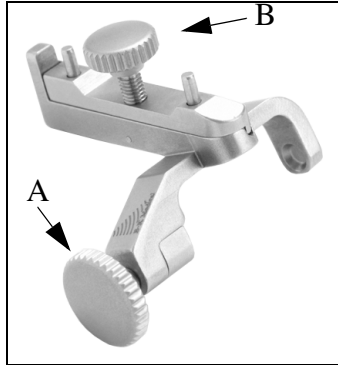

图 3。穿刺架 UA1250。
穿刺架（见图 3）包含一个附件支架、一个附件锁定螺丝（图 3 中项 A）、一个针导、一个穿刺架锁定螺丝（图 3 中项 B）和一个可变直径细针持针器（0.6 mm 或 24 号）和大口径针（2.4 mm 或 13 号）。引导通道与探头影像轴呈 18°。
注意：安装后穿刺架锁定螺丝（图 3 A 项）应在探头控制按钮对面的探头手柄侧。
- 2 拧紧附件锁定螺丝（图 3 A 项）可将穿刺架固定。拧紧螺丝至“锁定点”后，将无法再拧紧。
- 4 使用穿刺架锁定螺丝（图 3 B 项），根据要使用的针尺寸调整穿刺架。